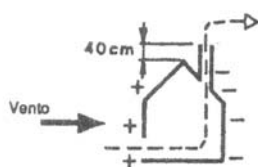

Fig. 6
- La presa d'aria, collegata direttamente all'esterno oppure situata in un locale ventilato sull'esterno, deve essere protetta da una griglia (v. la disposizione consigliata nella Fig. 6).